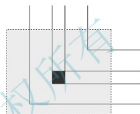
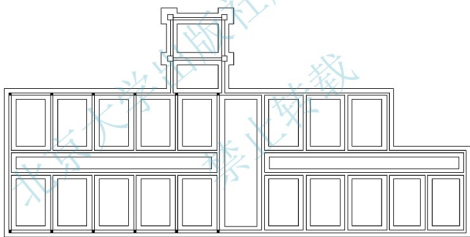

图 5.16 选择阵列对象
图 5.17 阵列复制构造柱
(3) 将【轴线】、【基础墙】和【大放脚】图层锁定。启动【阵列】命令，参数设为 2 行、6 列、行偏移距离 12900mm、列偏移距离 3900mm。如图 5.16 所示，用窗选的方法选择阵列对象。阵列后的结果如图 5.17 所示。